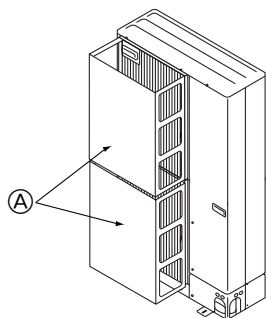

Fig. 2-15
① Instale uma guia de ar opcional se a unidade estiver instalada num local sujeito a fortes ventos, como no caso de tufões, por exemplo, que possam entrar directamente na saída de ar. (Fig. 2-15)